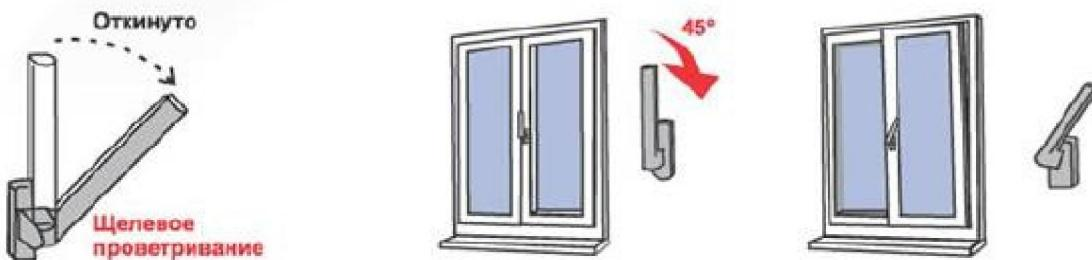

Рис.3
5) Для перевода створки в положение «Проветривание» ручку поворачивают из положения «Откинуто» в положение «Проветривание» на 45 градусов (см. Рис. 3). При этом створка окна (после небольшого поворота относительно нижней горизонтальной оси) фиксируется, будучи неплотно прижатой к раме окна вверху. Зазор между рамой окна и створкой (в верхней части) в данном режиме может составлять от 5 до 10мм. и регулируется небольшим поворотом ручки (щелевой режим).